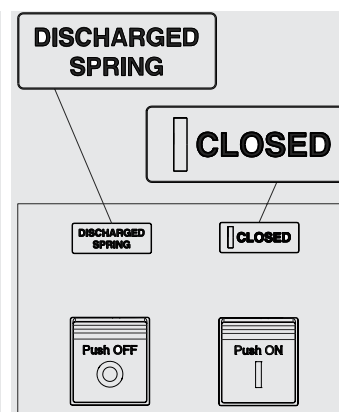

Figura 51
3. Interruptor cerrado con resortes descargados (véase Figura 51).